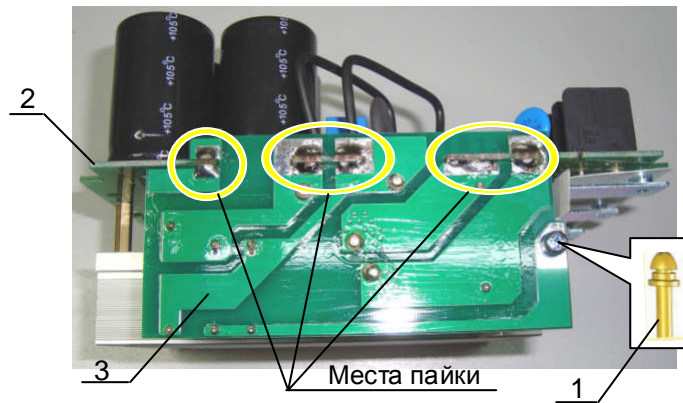

Рис.6.12
7.6.1. Выкрутить винт 1 (рис. 6.12). Положить винт в тару.
7.6.2. Отпаять плату ЭМИ-фильтра 2 (рис.6.12). Места пайки обозначены на рисунке жёлтым контуром. Положить плату в тару.